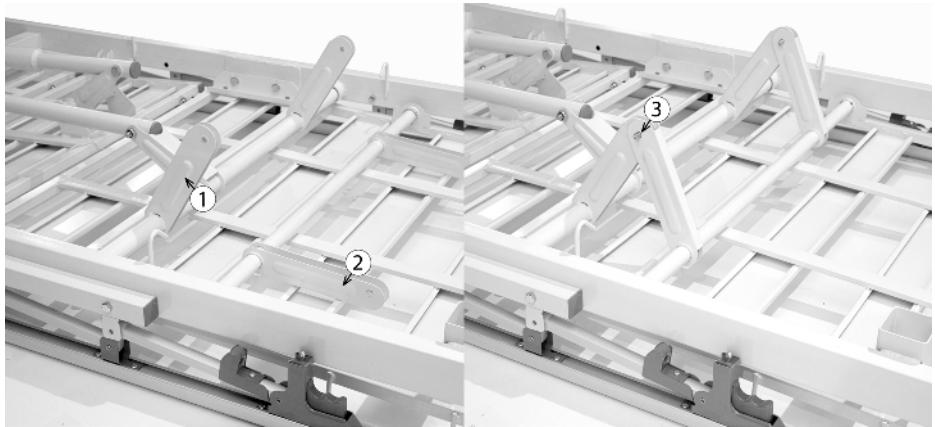

Рис. 5 Схема установки стержней механизма крепления привода
5. Вращая ручку, регулирующую наклон головной секции, совместите отверстие на стержнях 1 и 2 и зафиксируйте их положение 3 (см. Рис. 5).